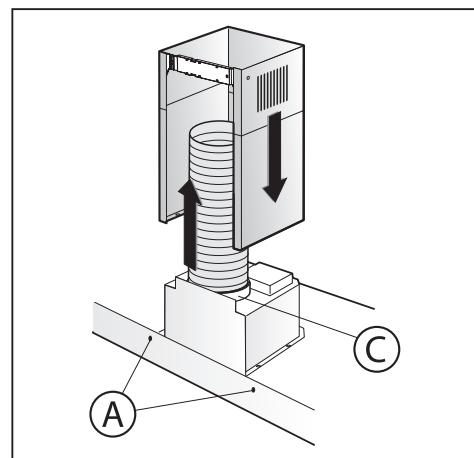

Fig.3
-Wenn die Abzugshaube justiert ist, anhand der 2 Schrauben **A** (Abb.3) befestigen.
-Mittels eines Anschlußrohrs den Flansch **C** mit dem Luftaustrittsloch verbinden (Abb.3).